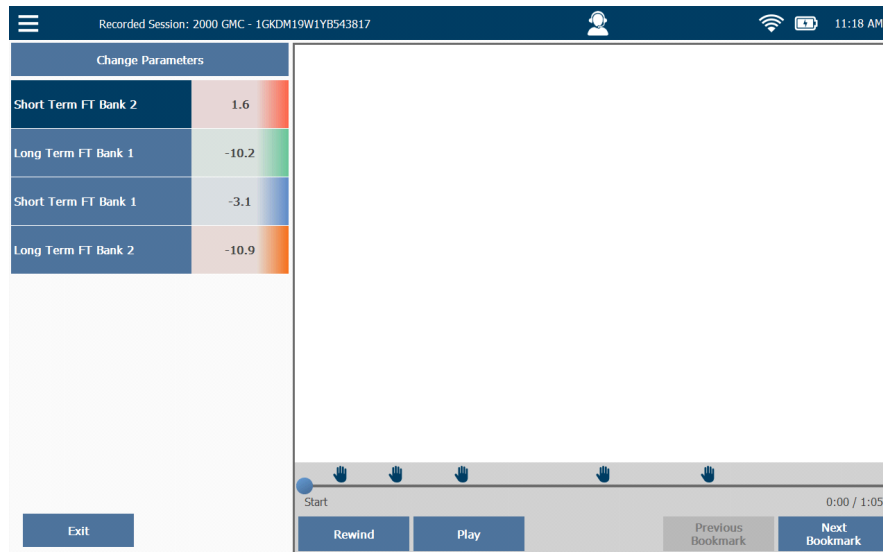

Figura 9.7 Pantalla Playback
- **Change Parameters:** ir a la pantalla Select a Category. Esto le brinda la posibilidad de cambiar tanto la categoría de los parámetros y/o los parámetros que desea ver. También puede crear una Quick List y ver la reproducción solo de los parámetros de la Quick List. Toque **View Results** para volver a la pantalla Playback (Figura 9.7).
Los marcadores se indican con el icono de la mano Figura 9.7).